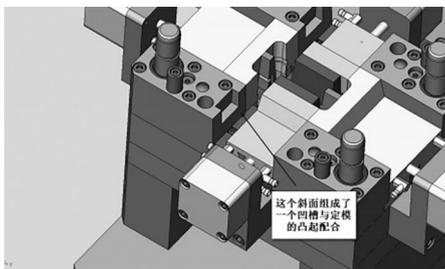

图40
2.参与组成与定模内外同时抽滑块的凸起的相应的凹槽,见图40。